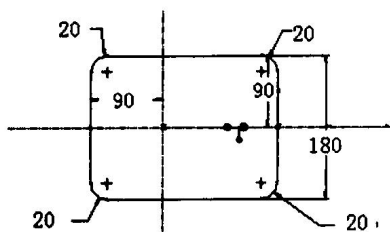
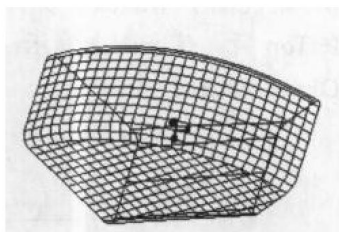

图 1-30
图 1-31
(20) 如果将截面变成方块, 如图 1-30 所示, 构建的可变截面扫描曲面, 如图 1-31 所示。